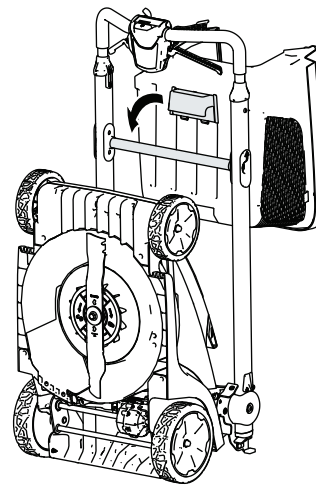

Bild 23
**Hinweis:** In dieser Stellung können Sie den Grasfangkorb in die Holmarretierungsstrebe einhängen (Bild 23).